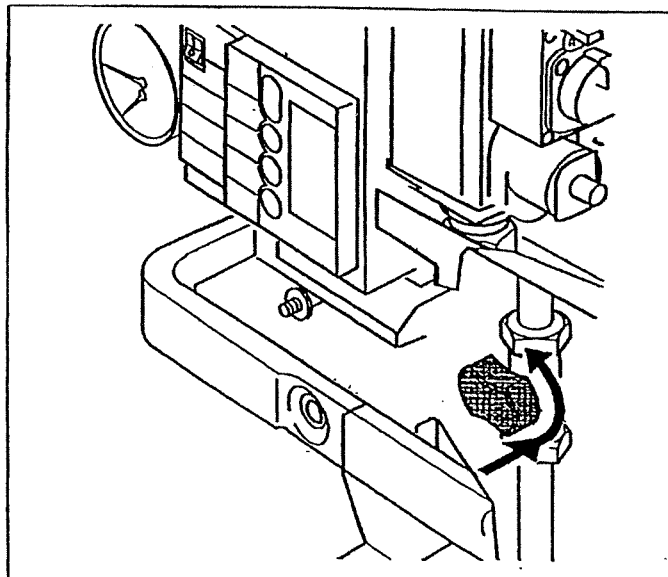

Fig. 24 Rubinetto di chiusura del gas
- ◆ Aprire lentamente il rubinetto di chiusura del gas (Fig. 24).